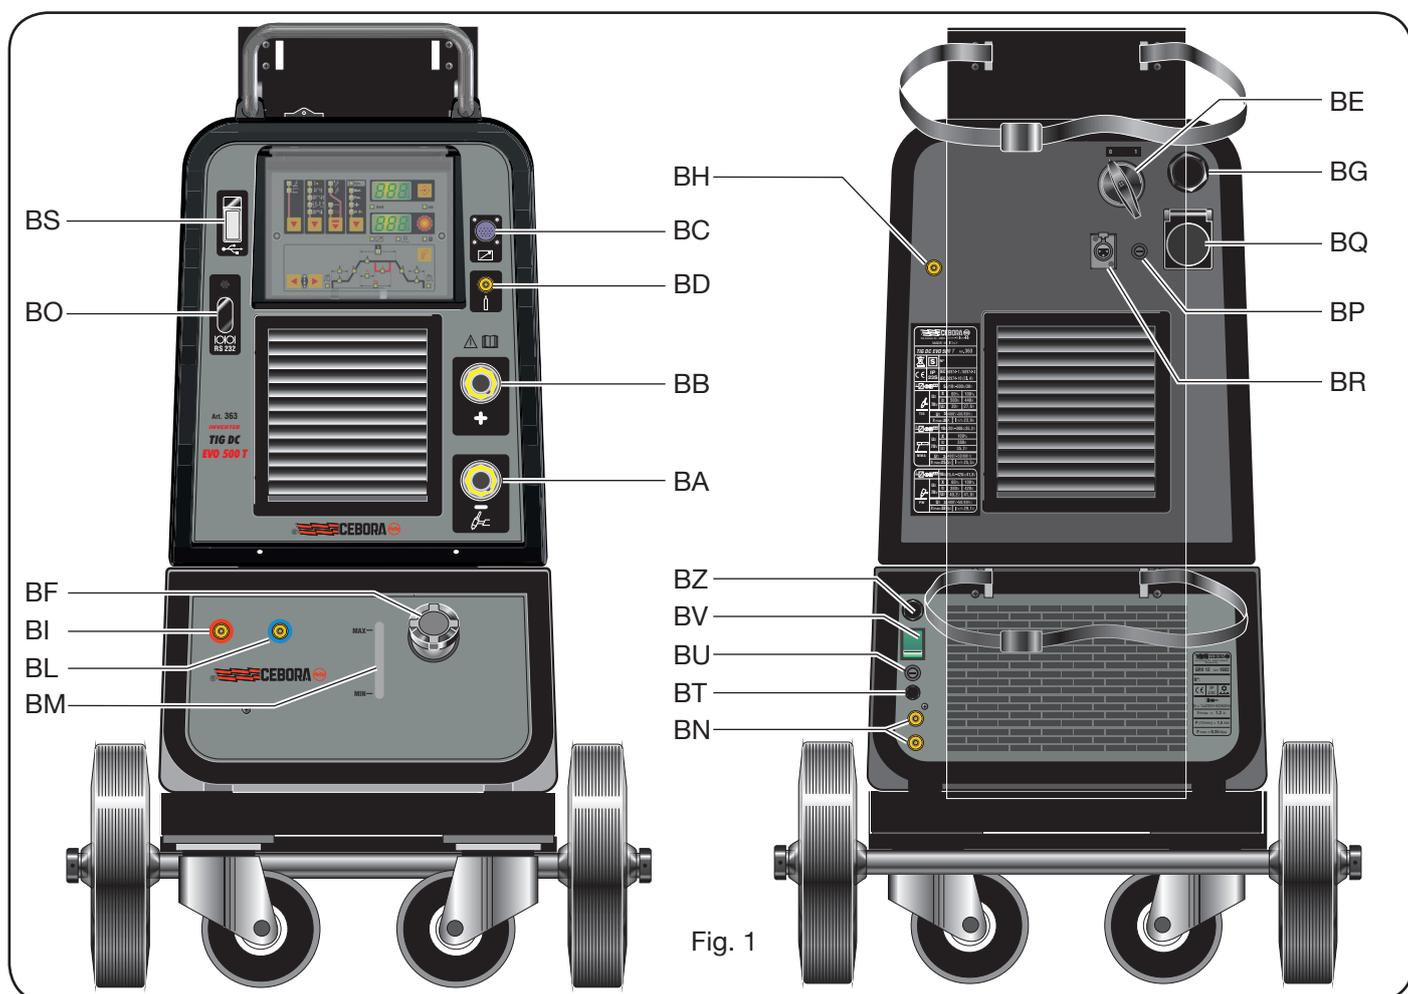

Fig. 1
3.2 DESCRIPTION DE LA MACHINE (Fig. 1).